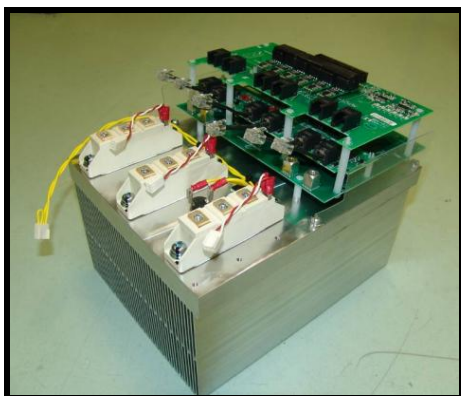

Figura 7.3.26
Consultar la figura 7.3.26 mientras se siguen estas instrucciones:
- 2) Colocarlos sobre el disipador de calor, encarando los agujeros del tiristor con los del disipador como muestra la figura 7.3.26.